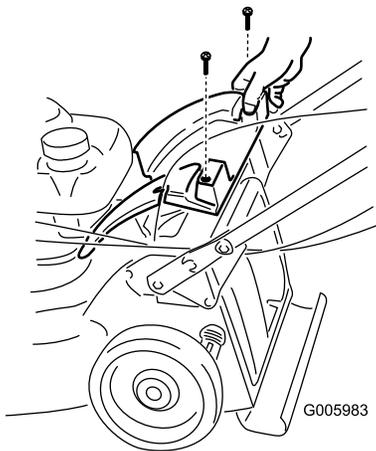

Figure 3
1. Retirez les 2 vis de fixation du couvercle arrière et déposez ce dernier (Figure 3).